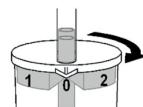

Abb. 2
3. 对于正常的吸力，转动罐子直到盖子上的箭头指向开放位置（“0”）（图2）